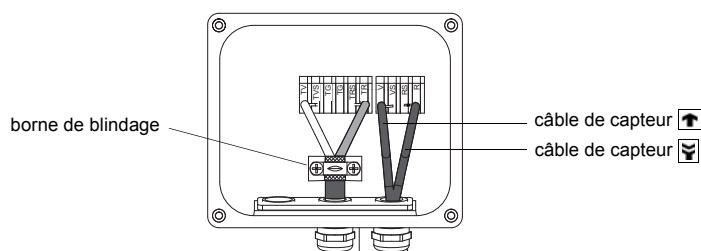

Fig. 6.6: Bornes de raccordement de la rallonge et du câble de capteur
- Tirez la rallonge de manière à ce que le blindage extérieur ramené en arrière se trouve sous la borne de blindage. La rallonge doit être entièrement isolée jusqu'à la borne de blindage (voir Fig. 6.6).
- Raccordez les brins de la rallonge aux bornes du boîtier de jonction (voir Fig. 6.6 et Tab. 6.2).
Pour le brochage du câble de capteur, voir Fig. 6.6 et Tab. 6.3.